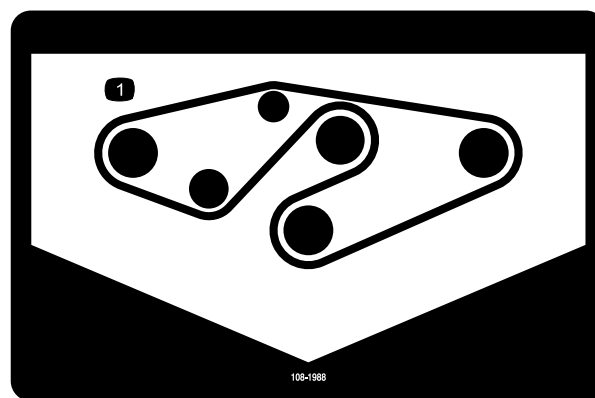

Figura 35
4. Montate la nuova cinghia attorno alle pulegge del fusello e alla puleggia tendicinghia, come illustrato in Figura 35.